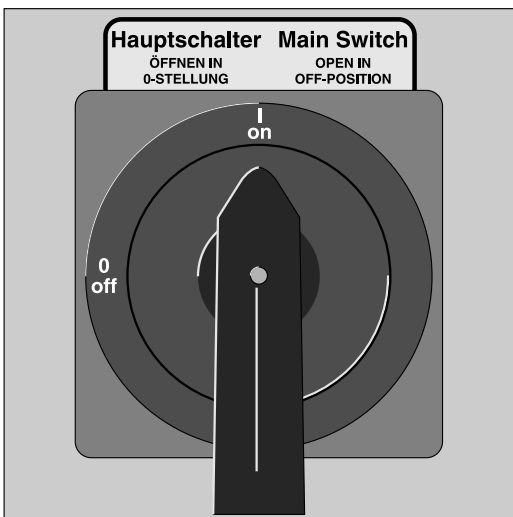

Bild 3-3. Hauptschalter
- * Prüfen Sie, daß der Hauptschalter (Bild 3-3) ausgeschaltet ist.
- * Schalten Sie den Hauptschalter ein (Bild 3-3) ein.